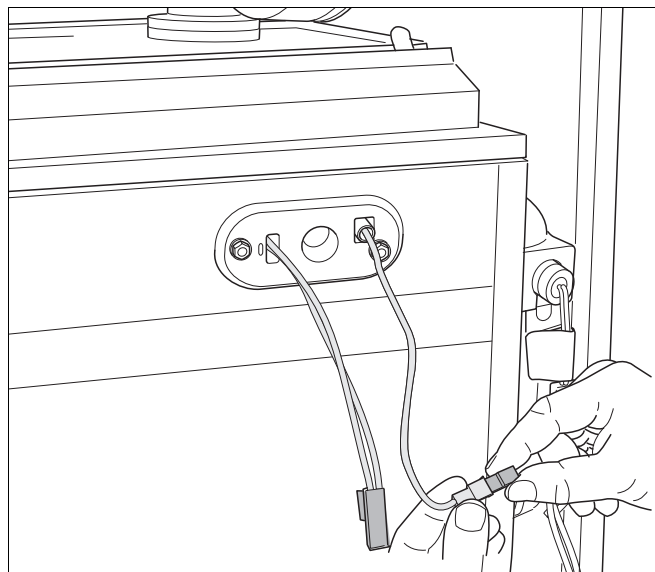

Fig. 98 Stekker ionisatie-elektrode demonteren
- Verwijder de stekkerverbinding van de controlekabel (→ fig. 98).